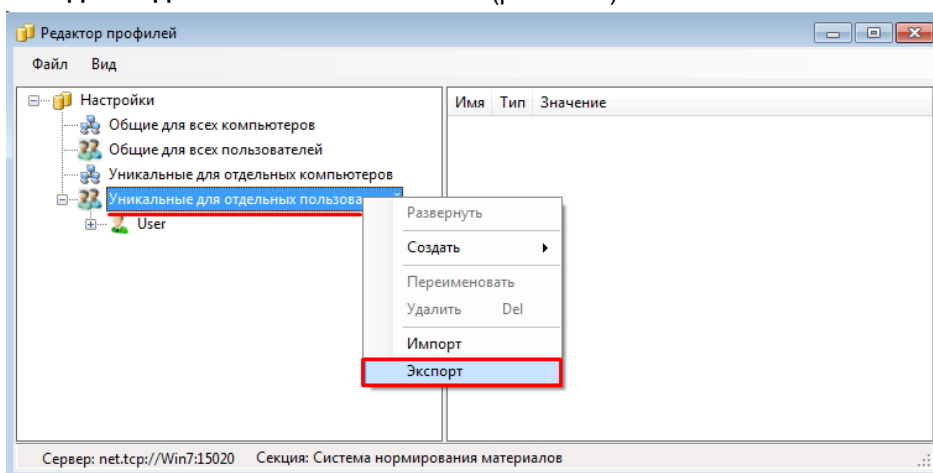

Рис. 4.10
2. В секции **Система нормирования материалов** выполните экспорт раздела **Уникальные для отдельных пользователей** (рис. 4.10).